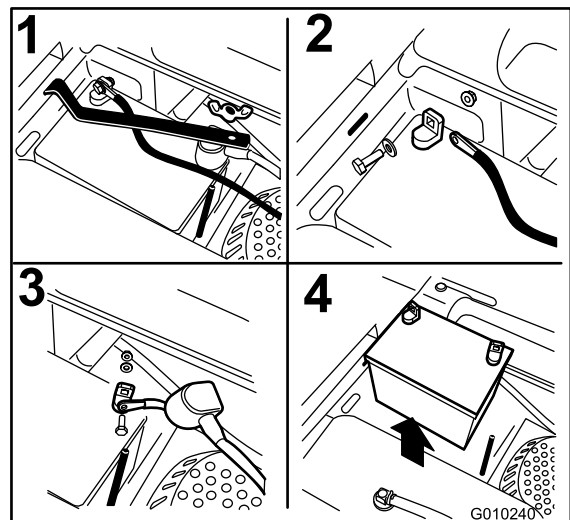

Figura 46
3. Retire la tuerca de orejeta que sujeta la abrazadera de la batería (Figura 46).
4. Retire la abrazadera (Figura 46).
5. Primero desconecte el cable negativo (negro) del borne negativo (Figura 46-) (negro) de la batería ().
6. Retire la cubierta de goma roja del borne positivo (rojo) de la batería y retire el cable positivo (+) (rojo) (Figura 46).
1. Coloque la batería en la bandeja con los bornes en el lado opuesto del depósito de combustible (Figura 46).
4. Fije los cables con 2 pernos, 2 arandelas, y 2 contratuercas (Figura 46).
6. Instale la abrazadera y sujétela con la tuerca de orejeta (Figura 46).